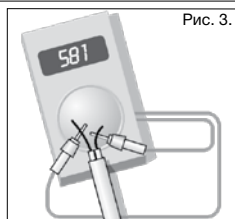

Рис. 3.
3. Перед укладкой нагревательного мата следует измерить его омическое сопротивление (проверка работоспособности провода, рис. 3).